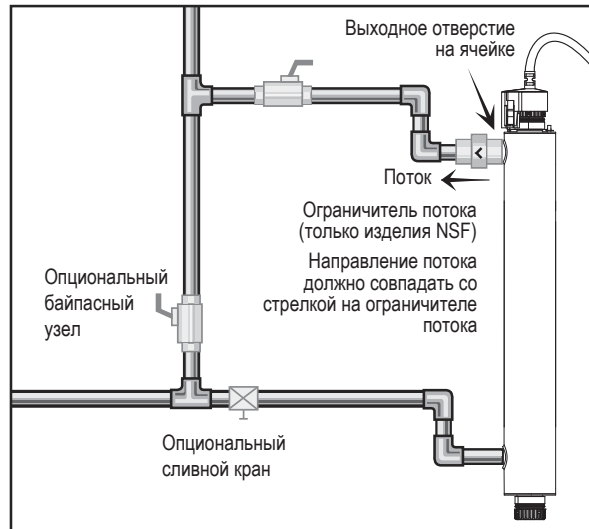

Рисунок 5 Ограничитель потока
3. Прикрепите систему к стене с помощью хомутов из комплекта поставки. Для подключения источника воды к системе могут использоваться различные способы, но рекомендуется использовать соединительные муфты. Использование устройства ограничения потока поможет поддерживать номинальный расход. Ограничитель потока необходимо устанавливать на выходном отверстии и только в одном направлении. Убедитесь, что поток воды соответствует направлению, указанному на ограничителе потока. См. Рисунок 5.